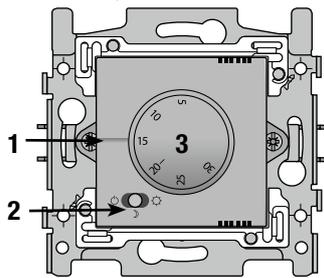

fig.3
### Onderdelen (fig.3)
1. Ingestelde waarde: het streepje duidt de gewenste temperatuur aan (Op fig.3 is de thermostaat bv. ingesteld op 15°C).